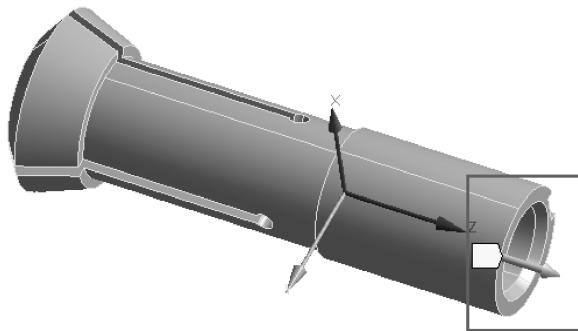

图 9-22 施加载荷
(1) 单击【Static Structural (A5)】。
(2) 施加位移载荷：在标准工具栏中单击，选择弹簧夹头端面，接着在环境工具栏中单击【Support】→【Displacement】→【Details of “Displacement”】→【Definition】→【Define By】= Components，【X Component】= 0，【Y Component】= 0，【Z Component】= 0.5 mm，如图 9-22 所示。